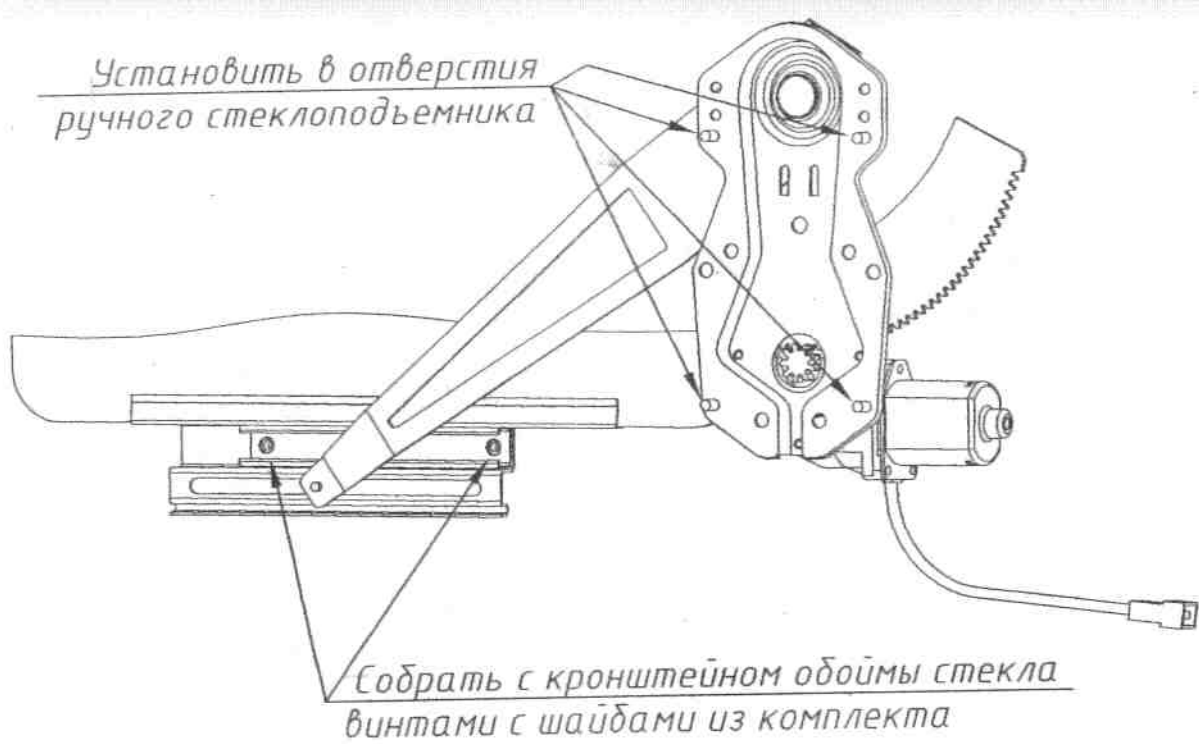

Рис.1 Установка ЭСП в левую дверь
4.7.2. Установить ЭСП в дверь в соответствии с рис.1 и закрепить гайками со стопорными шайбами.